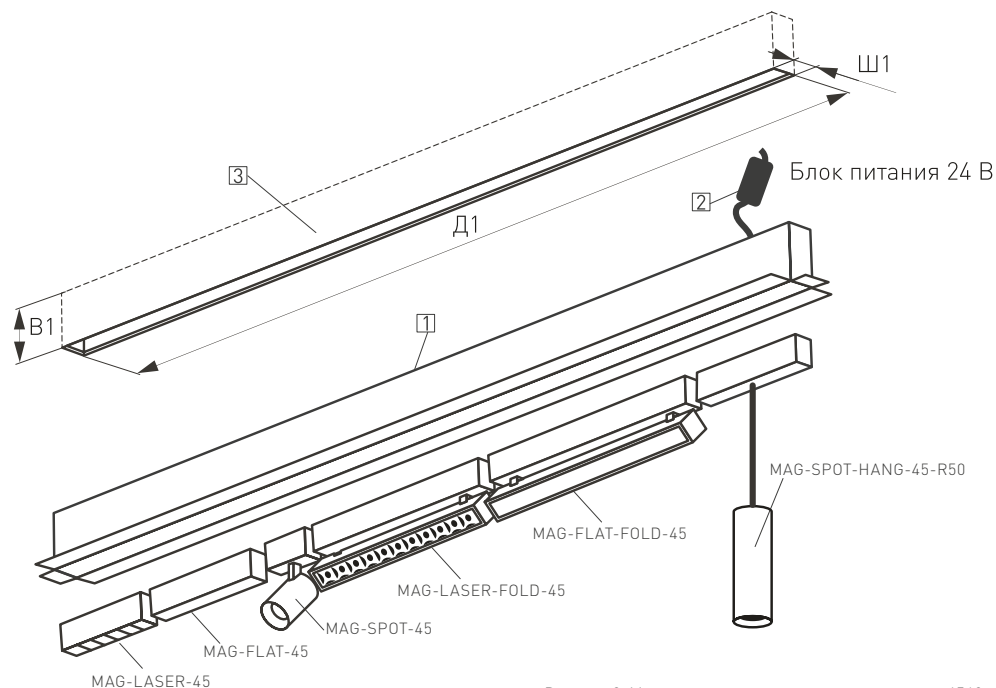

Рисунок 2. Монтаж магнитного шинпровода серии 4560.
- 3.1. Подготовьте в монтажной поверхности нишу [3] по размерам, указанным в таблице 2.1 (здесь и далее см. рисунок 2).